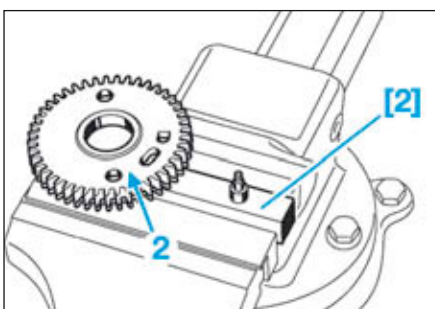

FIG.32
- Placer le socle de l'outil de calage pignon à rattrapage de jeu [2] (Fig.32) dans un étau muni de mordaches.
- Engager la clavette du pignon sur arbre à cames côté admission (2) dans la rainure de l'outil pour bloquer le moyeu du pignon sur arbre à cames côté admission en rotation.